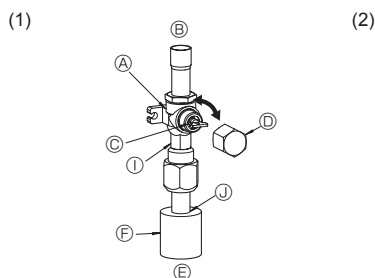
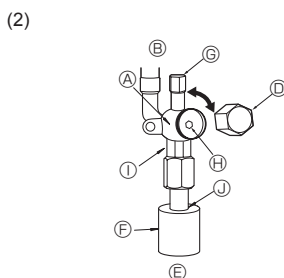

Fig. 4-6
Fig. 4-7
(1) Lato gas (Fig. 4-6)
- ① Rimuovere il cappuccio, tirare la maniglia verso di sé e ruotare di 1/4 di giro in senso antiorario per aprire.
- ② Assicurarsi che la valvola d'arresto sia completamente aperta, spingere in dentro la maniglia e riportare il cappuccio alla posizione originale.
(2) Lato liquido (Fig. 4-7)
- ① Togliere il cappuccio e girare fino a quando è possibile l'asta della valvola in senso antiorario utilizzando una chiave esagonale du 4 mm. Smettere di girare quando si urta l'otturatore. (Ø9,52: circa 10 giri)